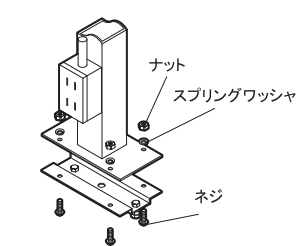

図 2. ブラケットB固定方法
2. 付属の取付けブラケットBを図2のように付属のネジ（M6×20mm）とスプリングワッシャー及びナットを使い、しっかりと固定してください。